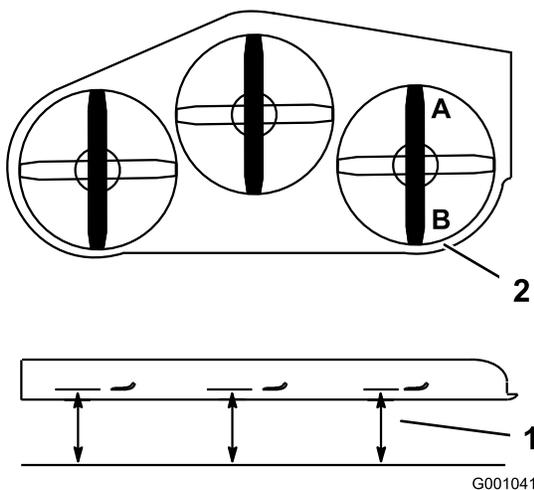

Рисунок 105
1. Расположите **правый** нож в продольном направлении (Рисунок 105).
2. Измерьте высоту правого ножа в точке А от горизонтальной поверхности до режущей кромки на конце ножа (Рисунок 105).
4. Измерьте высоту правого ножа в точке В от горизонтальной поверхности до режущей кромки на конце ножа (Рисунок 105).
6. Высота ножа газонокосилки в точке А должна быть на 6–10 мм меньше, чем в точке В (Рисунок 105). Если результат измерения неверный, перейдите к следующим пунктам.